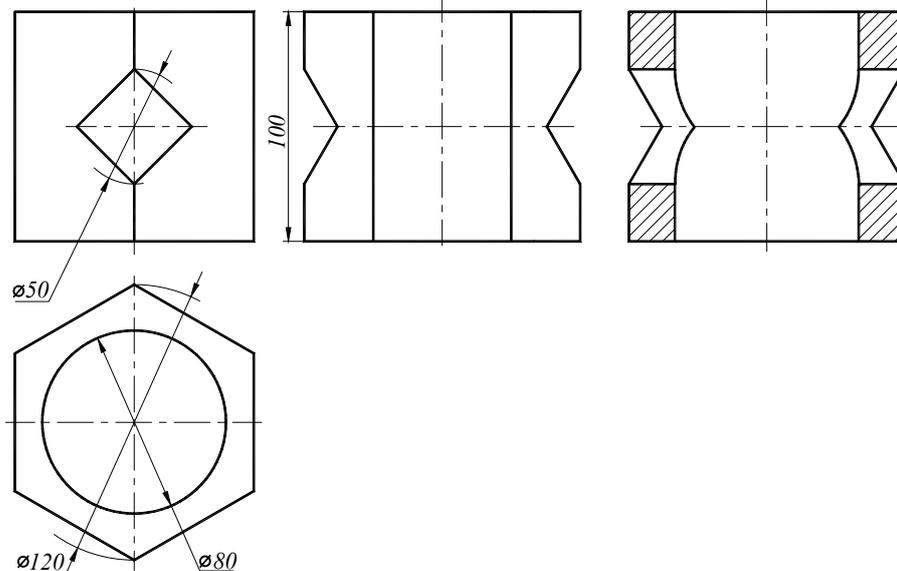

Рис. 6.13. Креслення ортогональних видів шестигранної призми
5. Наносять необхідні розміри (рис. 6.13).